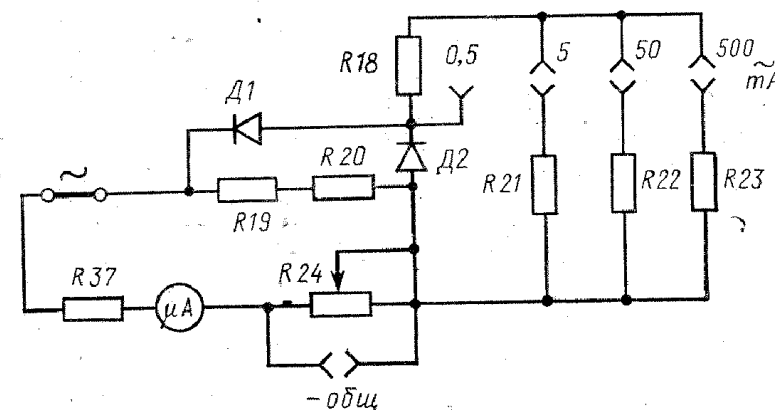

Рис. 4.
3. 4. Измерительная цепь миллиамперметра переменного тока (рис. 4)